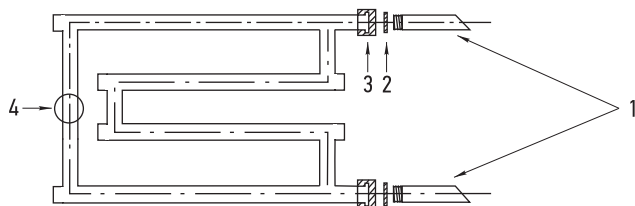

Рис. 4
4.1. High-Tech model «G» и model «L», комплектуются согласно схеме подключения (рис. 4, 5):
6.4. Монтаж полотенцесушителя производить согласно схеме (см. рис. 4, 5, 6).